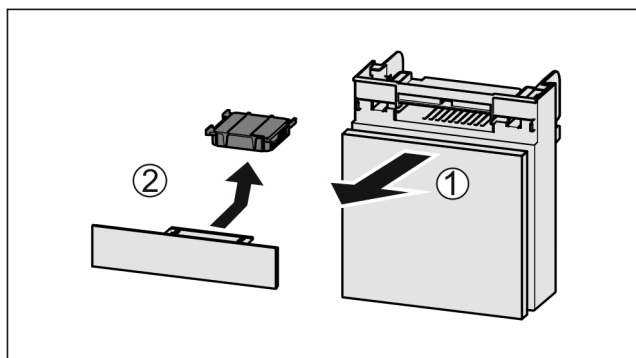

Fig. 127
- ▶ Træk rummet fremad Fig. 127 (1).
- ▶ Tag aktivkulfilteret Fig. 127 (2) ud.